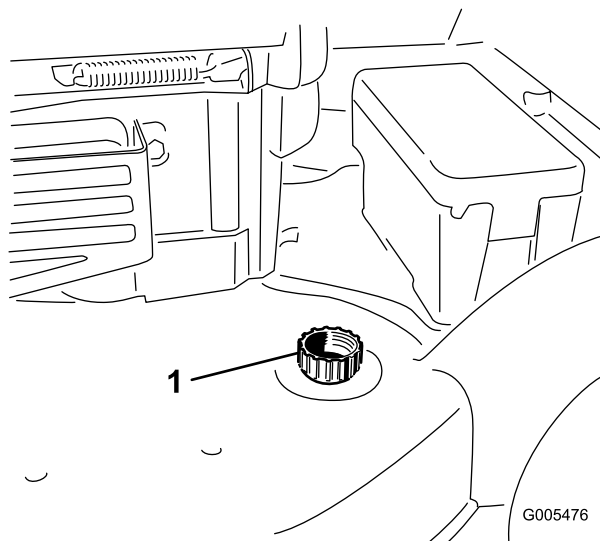

Bild 41
3. Befestigen Sie einen Gartenschlauch, der an einen Wasserhahn angeschlossen ist, am Spülanschluss am Rasenmähergehäuse (Bild 41).